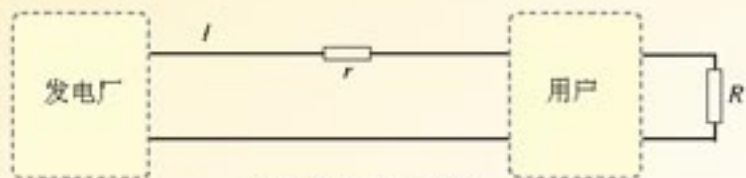

图5.5-2 输电电路图
假定输电线路中的电流是  $I$ ，两条导线的总电阻是  $r$ 。在图5.5-2中，导线的电阻集中画为一个电阻  $r$ ①。